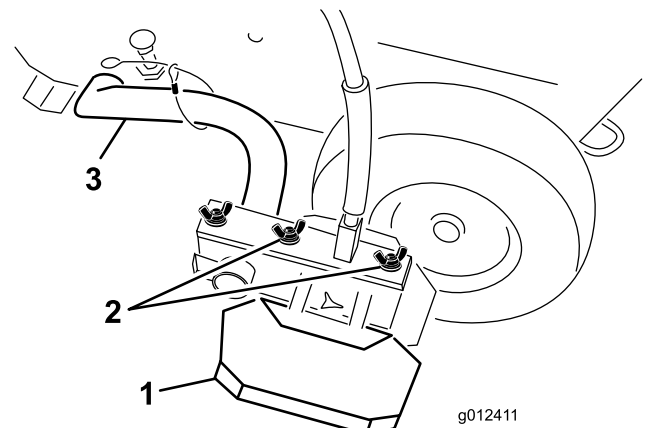

Figure 23
1. Desserrez les écrous à oreilles qui fixent les déflecteurs de pulvérisation sur la rampe (Figure 23).
2. Avancez ou reculez les déflecteurs (Figure 23) jusqu'à ce que la largeur de ligne voulue soit obtenue. Vérifiez que chaque déflecteur est à la même distance de la buse de pulvérisation.